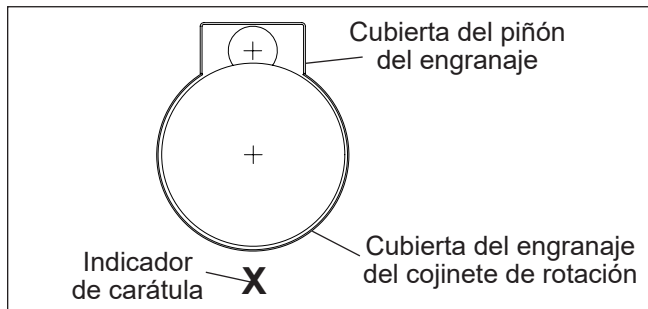

Figura 4.17 — Posición de la aguja
5. Fije la base magnética del indicador de carátula al pedestal. Si la unidad es operada normalmente dentro de un diámetro de rotación particular, la inclinación se debe medir con la tornamesa rotada en esta posición. Si la unidad normalmente no se opera dentro de una zona en particular, posiciones la aguja en la posición ideal. La aguja del indicador de carátula debe estar orientada contra el lado inferior de la placa base de la tornamesa, lo más cerca posible de la cubierta de los engranajes del cojinete. La Figura 4.17 muestra la posición ideal de la aguja del indicador